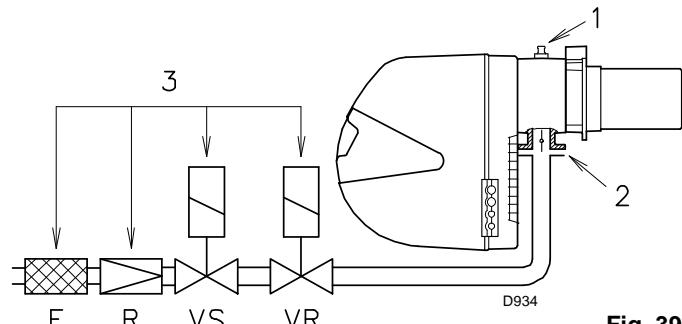

Fig. 39
Pression du gaz mesurée à la prise 1)(Fig. 39), avec:
Perte de charge du papillon gaz 2)(Fig. 39) avec ouverture maximale: 90°.
Perte de charge de la rampe 3)(Fig. 39) comprenant:
- Soustraire la pression dans la chambre de combustion de la pression du gaz à la prise 1)(Fig. 39).
- Pression du gaz à la prise 1)(Fig. 39) = 8 mbar
Par contre, pour connaître la pression de gaz nécessaire à la prise 1)(Fig. 39), après avoir fixé la puissance maximale de fonctionnement du brûleur:
- Lire la pression à la prise 1)(Fig. 39) sur la droite, colonne 1.
- pression nécessaire à la prise 1) (Fig. 39).